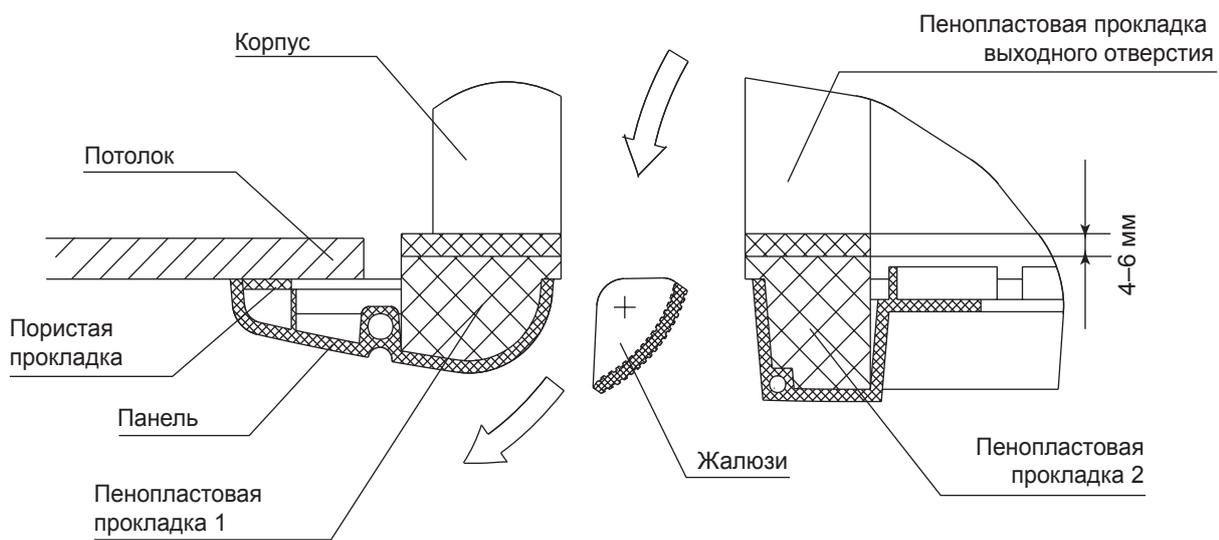

Рис. 2
- д) Продолжайте закручивать винты панели до тех пор, пока толщина пористой прокладки между корпусом и выходным отверстием на панели не уменьшится до 5—8 мм. Край панели должен касаться потолка. (см. рис. 2).